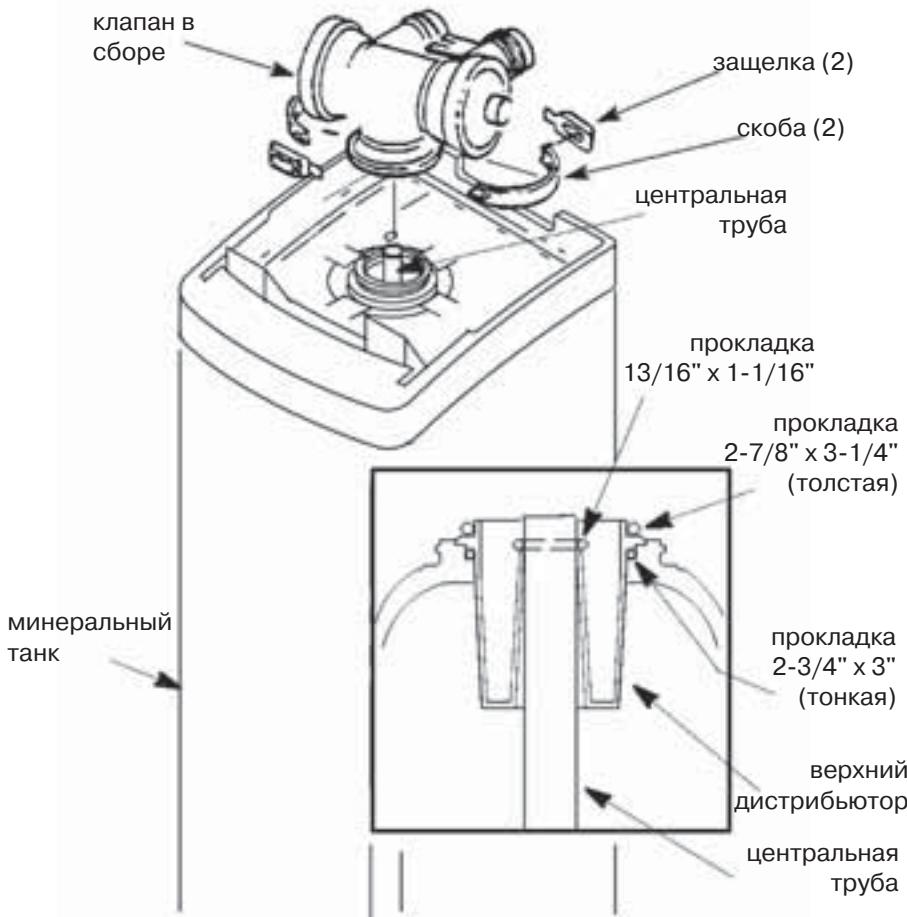

Рис. 1
1. Удалите стягивающие скобы (**рис.1**), управляющий клапан, 3 резиновых кольца-прокладки и верхний дистрибутор.
5. Установите верхний дистрибутор и три кольца-прокладки, как показано на **рис. 1**.